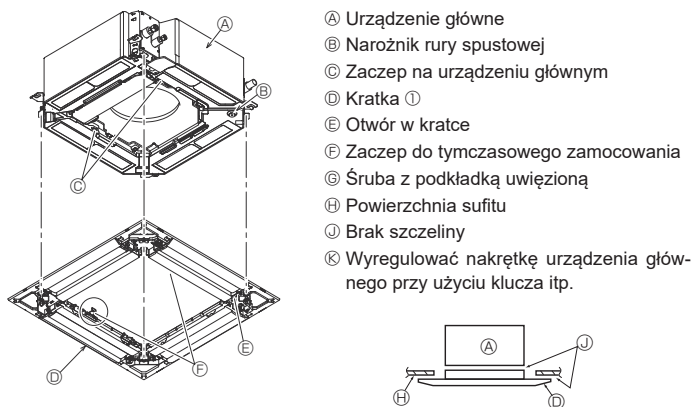

Fig. 9-6
- Ⓓ Kratka ①
9.4.2. Tymczasowe zamocowanie kratki (Fig. 9-6)
- Zamocować kratkę na urządzeniu głównym, dokręcając wstępnie wkręcone śruby. (Fig. 9-6).
Upewnić się, że nie ma szczeliny pomiędzy urządzeniem głównym i kratką oraz pomiędzy kratką i powierzchnią sufitu. (Fig. 9-6).